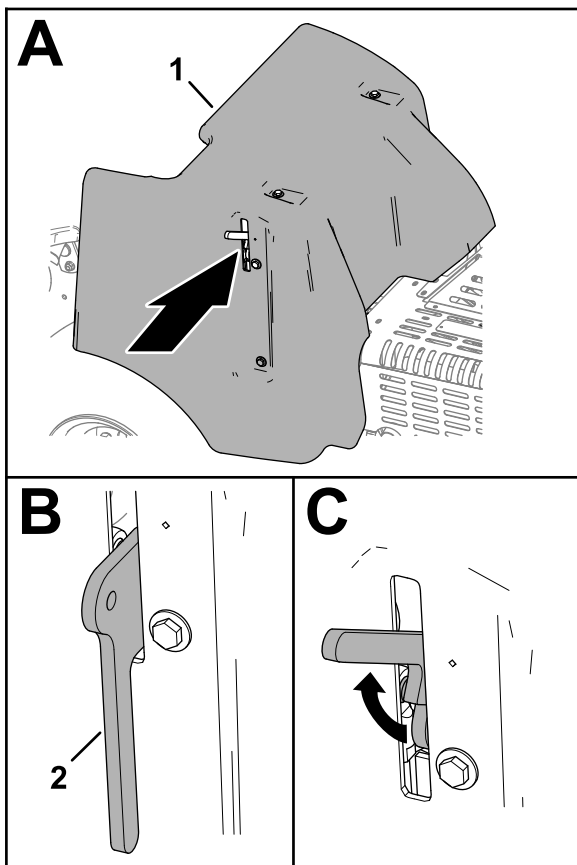

Bild 142
2. Heben Sie den Verriegelungsgriff an (Bild 142).